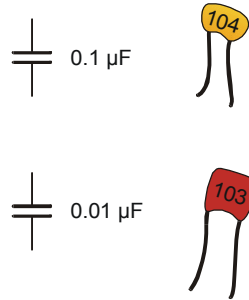

Figura 5-10
- (1) Condensatore – 0.1 μ F mostrato in Figura 5-10
- (1) Condensatore – 0.01 μ F, anche lui mostrato in Figura 5-10
- (2) Ponticelli